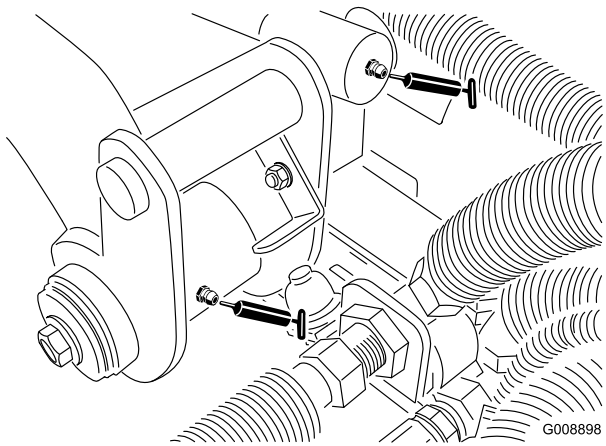

Figure 32
- 2 pivots de bras de levage arrière et vérin de levage (Figure 32)